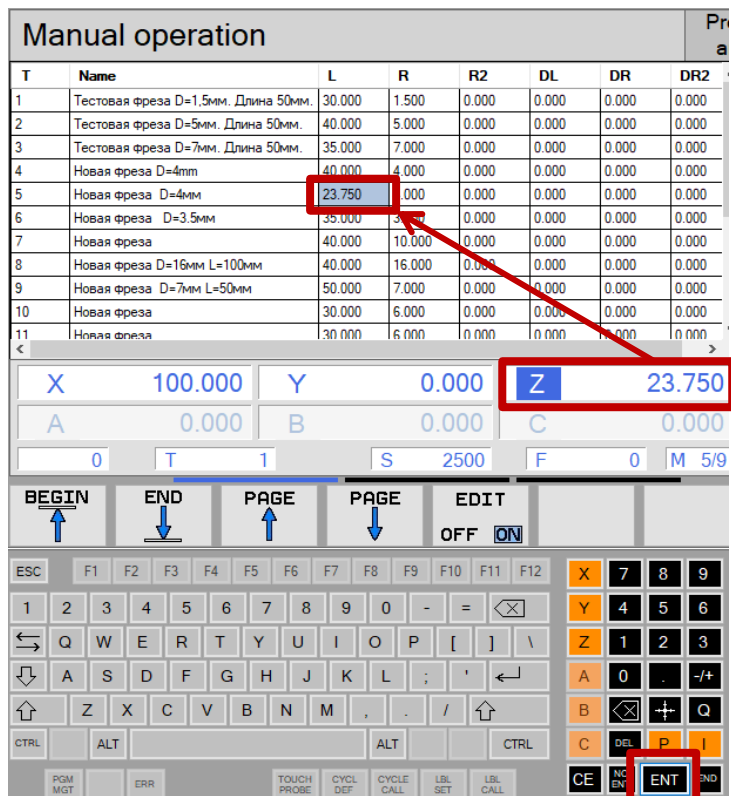

Рис.175. Поле «L» и кнопки «ENT»
8. Ввести текущее значение **абсолютных** координат по Z и нажать «ENT» для ввода значения в ячейку (рис.175);